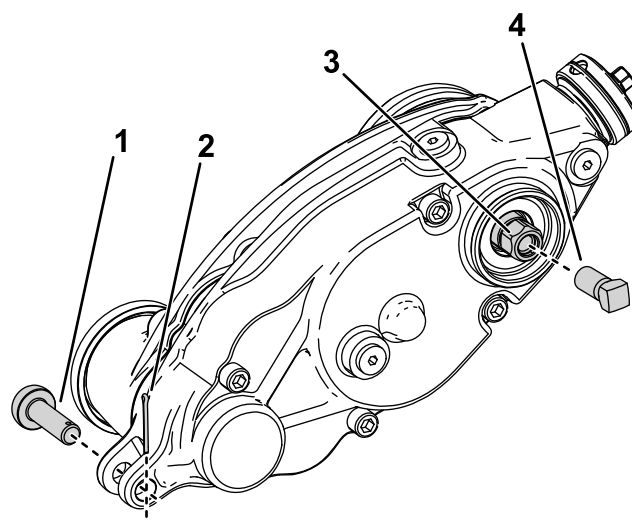

Figura 29
3. Retire o pino de ajuste e perno de gancho que ligam a caixa da transmissão do rastelo aos braços de ajuste (Figura 29).
5. Instale o parafuso de reforço (peça n.º 1-803022—vendida em separado) nas roscas internas da cabeça sextavada da transmissão do rastelo e aperte com 13,5 Nm como se mostra na Figura 29.
6. Remova a caixa da transmissão do rastelo do cilindro de corte rodando a cabeça sextavada da transmissão do rastelo (Figura 29).